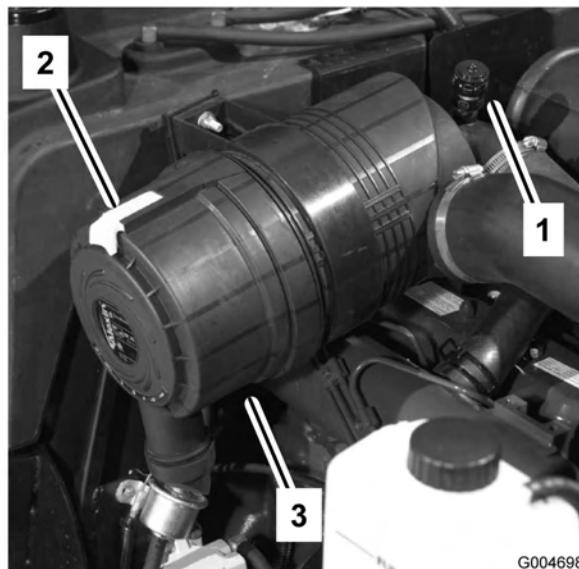

Bild 46
1. Ziehen Sie den Riegel nach außen und drehen Sie die Luftfilterabdeckung nach links (Bild 46).
7. Setzen Sie die Abdeckung ein, richten Sie das Gummiabläschventil (Bild 46) nach unten, ungefähr zwischen 17.00 und 19.00 Uhr (vom Ende her gesehen). Befestigen Sie den Riegel.